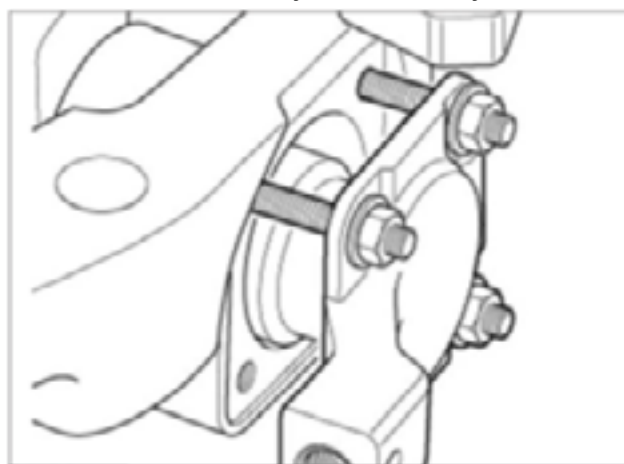

Fig. 5.1
8. Recoloque a tampa do bloqueio do diferencial e prenda-a no lugar contra o soquete/luva com 4 prisioneiros M6, arruelas e porcas, ou parafusos M6 (Fig. 5.1). Os prisioneiros ou parafusos devem ter no mínimo 50 mm de comprimento.